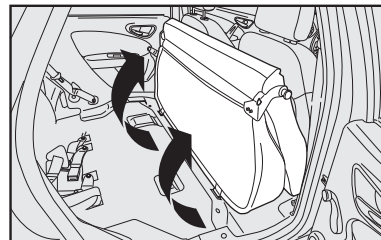

fig. 86
5) Em seguida, rebater o banco traseiro inteiro para a frente **fig. 86** de maneira a obter uma única superfície de carga. Se for necessário, deslocar um pouco os bancos dianteiros para frente.